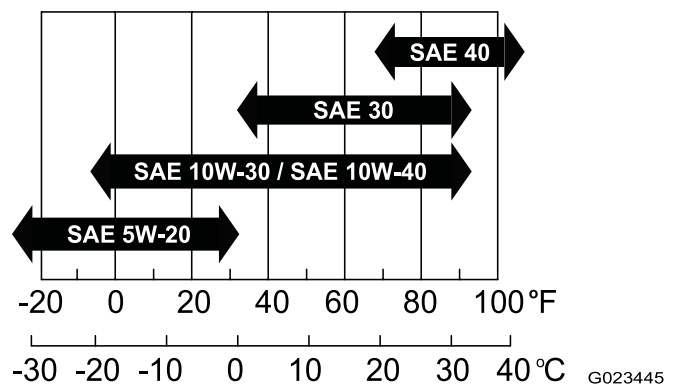

Рисунок 14
- **Вязкость:** SAE 30; другие вязкости см. в следующей таблице (Рисунок 14):